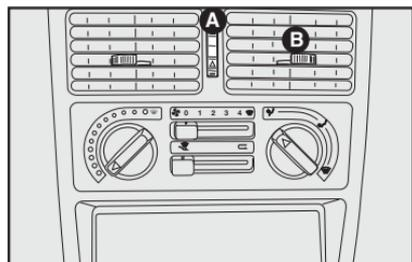

fig. 27
DIFUSORES ORIENTÁVEIS E REGULÁVEIS - figs. 27 e 28
6) Comando para regulação da quantidade de ar nos difusores centrais **A-fig. 27**: posição difusor fechado (girar para baixo).